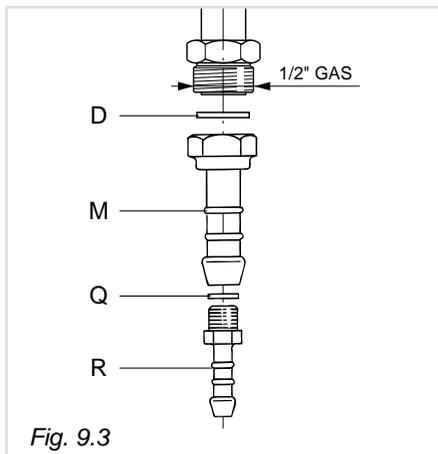

Fig. 9.3
Il gruppo di raccordo (fig. 9.3) si compone di:
- Montare il raccordo portagomma "M" interponendo la guarnizione di tenuta "D" (fig. 9.3).
- Montare sul portagomma "M" la riduzione "R" con interposta la guarnizione "Q" (fig. 9.3).
Per effettuare il collegamento gas è necessario togliere il portagomma "M" (fig. 9.3) ed avvitare direttamente sulla rampa il terminale del tubo metallico interponendo la guarnizione "D" (fig. 9.4).
La guarnizione "D" e "Q" (fig. 9.3 - 9.4) sono gli elementi che garantiscono la tenuta della connessione raccordo-rampa.